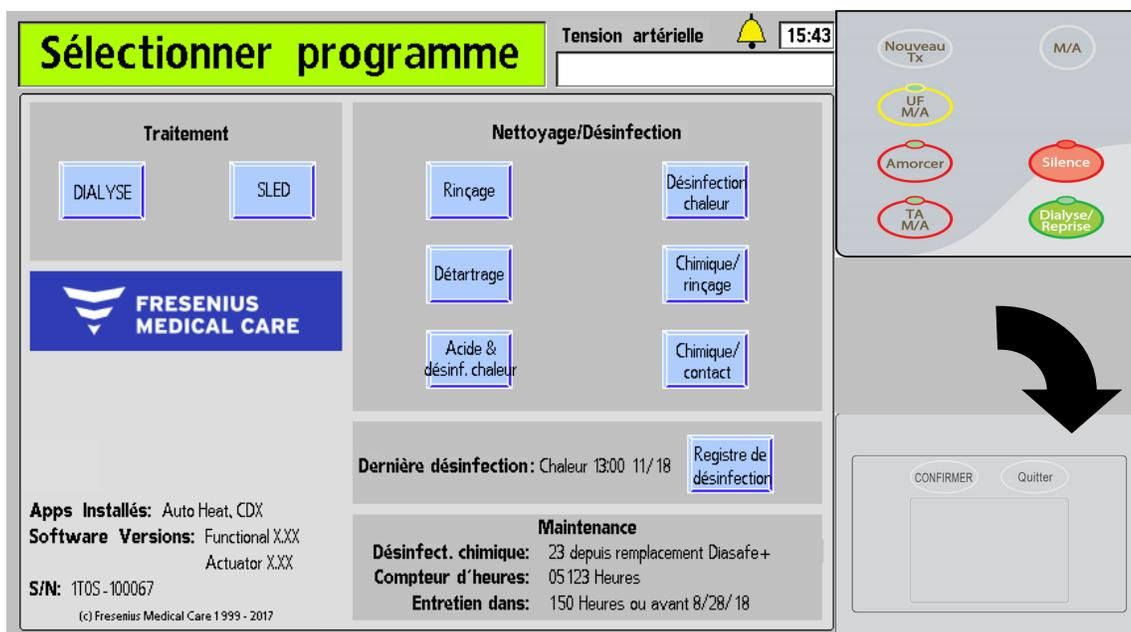

Figure 22 – Écran « Sélectionner programme » (version fonctionnelle de logiciel 2.81 ou ultérieure) et pavé tactile
**Remarque :** L'écran « Sélectionner programme » affiche toutes les applications logicielles supplémentaires (Appl) qui sont installées sur l'appareil d'hémodialyse 2008T (reportez-vous à la Figure 22 pour obtenir un exemple).
1. Appuyez sur la touche **M/A** du panneau de commande. Le moniteur affiche l'écran « Sélectionner programme » (reportez-vous à la Figure 22) au bout d'une minute environ.